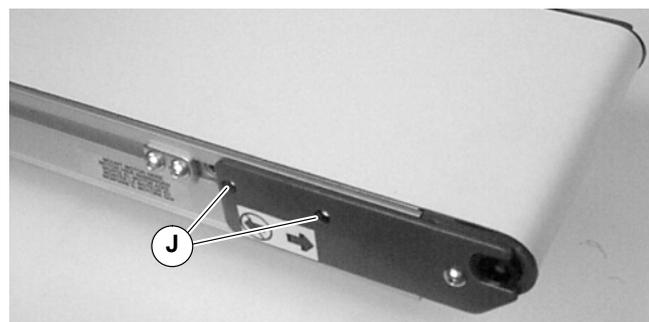

Abbildung 5
- 3a. Montageposition der Antriebswelle feststellen, und zwei (2) Schrauben entfernen (J siehe Abbildung 5).